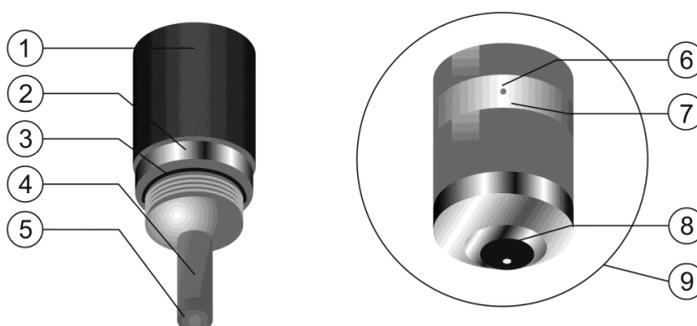

Рисунок 33
- Используйте маленькую отвертку или аналогичный инструмент, чтобы снять прозрачный колпачок [7], который защищает выпускное отверстие [6] и сдвиньте ее на одну сторону (смотри рисунок 33), так, чтобы выпускное отверстие [6] оставалось открытым.
- Сдвиньте прозрачную крышку [6] в одну сторону (смотри рисунок 33).
- Используйте маленькую отвертку или аналогичный инструмент, чтобы снять прозрачный колпачок [7], который защищает сливное отверстие [6] и сдвиньте его на одну сторону (смотри рисунок 33), чтобы открыть сливное отверстие [6].